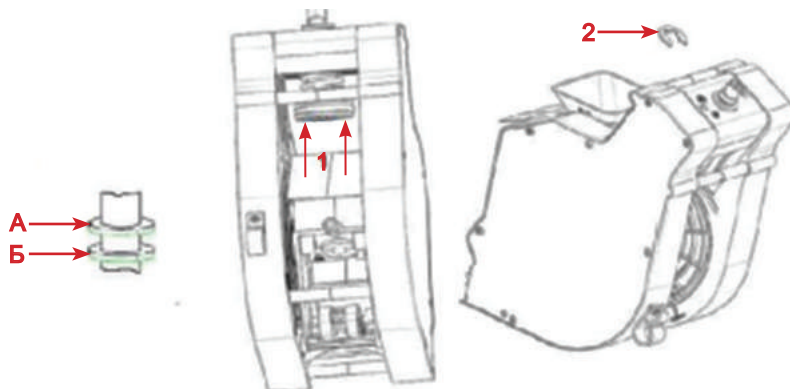

Рисунок 5.14 - Регулировка объёма камеры группы эспрессо
Группа эспрессо позволяет регулировать объем камеры для приёма молотого кофе от дозатора. При установке кулачка дозатора в положение 5 или 6 необходимо увеличить объем камеры путём установки стопорного кольца в положение Б (см.рис.5.14).
3. Подожмите поршень в направлении стрелок 1 (см.рис.5.14)